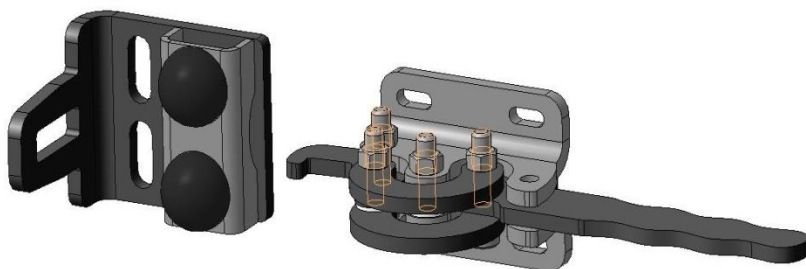
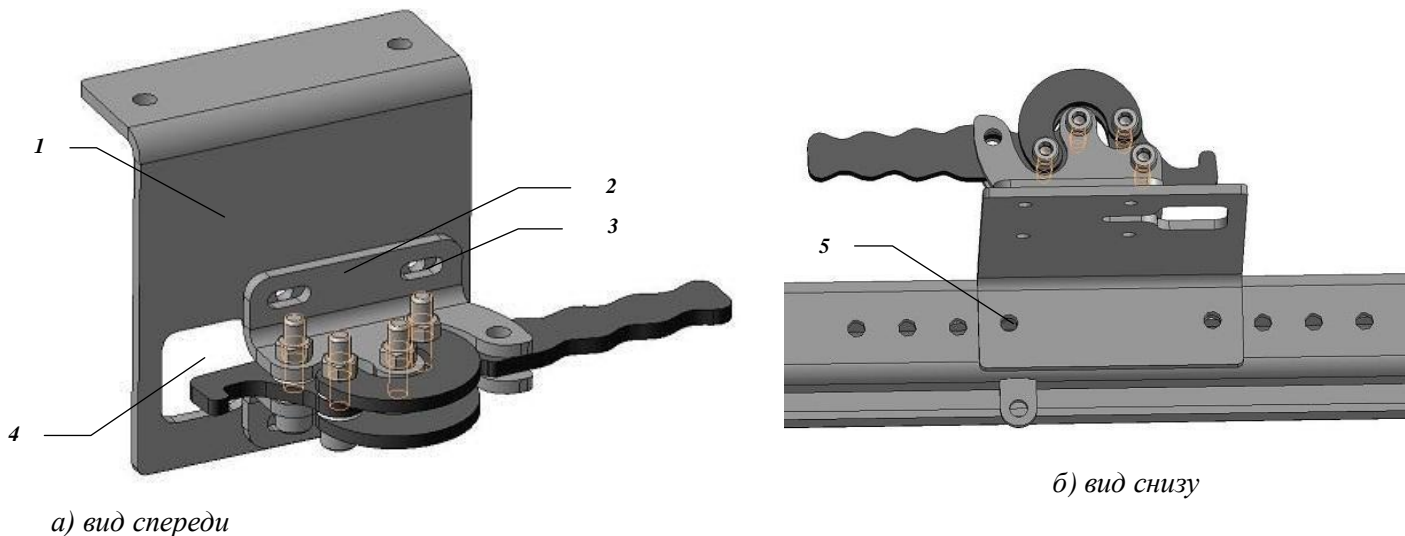

Рис.5 Замок
Рис. 7 (а, б) Установка запорного механизма
- а) Установить основание запорного механизма **1** на нижнюю плоскость калитки с рядом отверстий (см. рис.7 б). Спозиционировать его таким образом, чтобы предварительно установленная проушины замка (см. рис.5), находилась примерно посередине проема **4** в закрытом положении калитки.